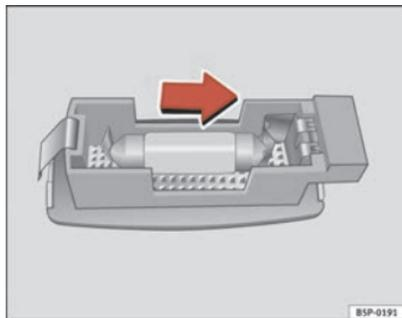

Abb. 195 Ausbau der Leuchte in der Sonnenblende
- Hebeln Sie das Lampenglas mit einem Schraubendreher vorsichtig an der Vertiefung ab, wie dies in der Abbildung gezeigt wird ⇒ Abb. 195.
⇒ Abb. 195. ■